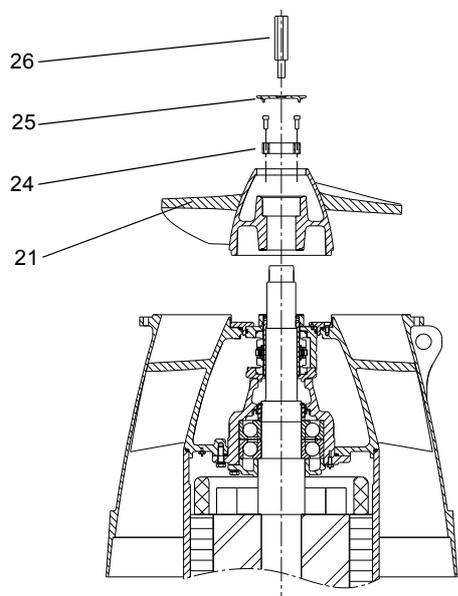

Рис. 8 Снятие рабочего колеса
8. Ослабить болт на торце вала (поз. 26) и снять шайбу на торце вала (поз. 25). См. рис. 8.
10. Вынуть ступицу рабочего колеса при помощи крана. См. рис. 8.